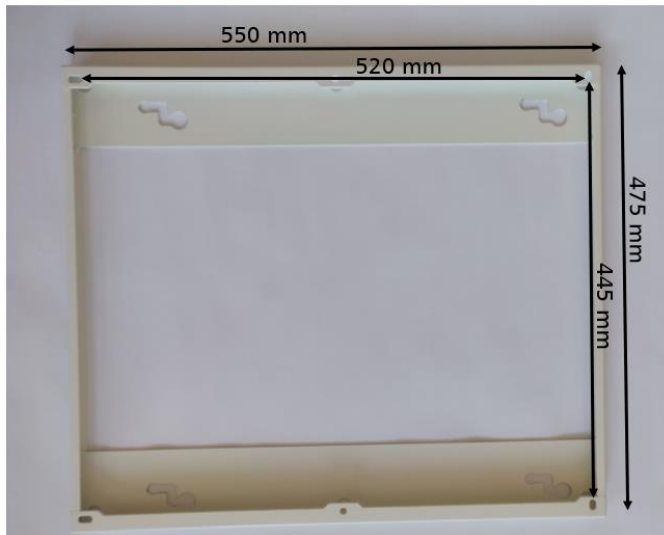
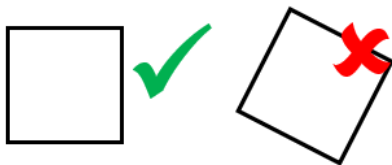

Abbildung 1: Größe der Halterung (550 mm x 475 mm), Abstände der Bohrlöcher (520 mm x 445 mm)
Abbildung 2: Wandhalterung nur waagrecht zum Boden installieren!
- Markieren Sie mit Hilfe der Halterung die 4 Bohrlöcher an Wand oder Decke. Die Maße der Halterung sind in Abbildung 1 dargestellt. Die Bohrungen müssen für die korrekte Aufnahme von Dübeln mit Durchmesser 8 mm und der der Länge 60 mm ausreichen. Loch bohren und Dübel einsetzen.
- An der Wand darf die Halterung nur waagrecht zum Boden installiert werden, nicht diagonal (siehe Abbildung 1 und Abbildung 2).